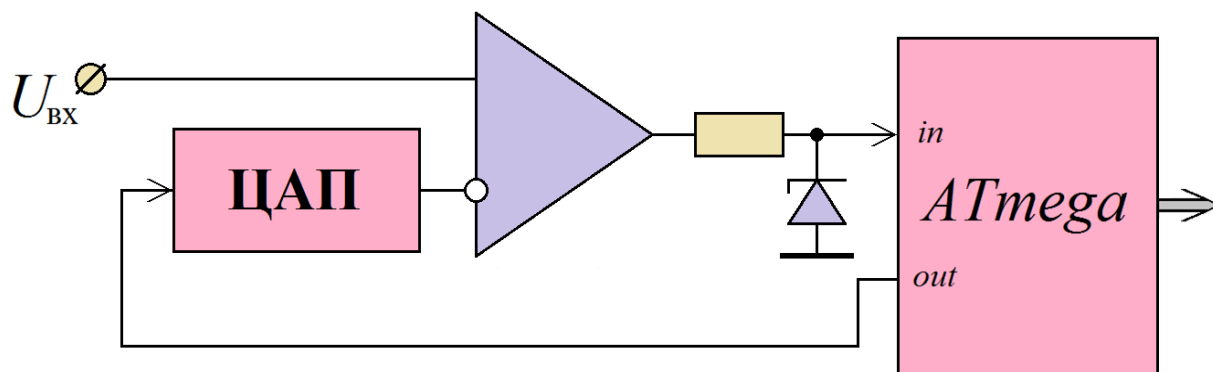

Рис.1. Универсальная структурная схема АЦП с использованием микроконтроллера
ния, по которым формируется новый уровень напряжения сравнения. Структурная схема описанного устройства приведена на рис.1.
2. Собрать схему АЦП по рис. 1. При использовании программы PROTEUS использовать в схеме в качестве компаратора любой операционный усилитель и стабилитрон любой марки с напряжением стабилизации 5 В. В качестве ЦАП в схеме АЦП использовать ЦА любого типа. Предусмотреть вывод выходного кода АЦП (регистр RES на рис. 4) на два (или один, в зависимости от количества разрядов) семисегментных индикатора.